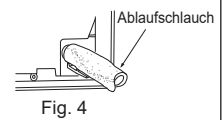
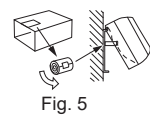

Fig. 4
Fig. 5
- 5) Führen Sie den Ablaufschlauch in die Ablassmulde hinten rechts an dem Innengerät ein. (Fig. 4)
- 6) Führen Sie den Ablaufschlauch durch die Wanddurchbruchhülse (C) und haken Sie den oberen Teil des Innengerätes an der Montagetraverse (1) ein. Bewegen Sie das Innengerät dann vollständig nach links, damit Sie die Verrohrung einfacher an der Rückseite des Geräts anbringen können.
- 7) Schneiden Sie ein Stück Karton aus der Versandverpackung, rollen Sie dieses und haken Sie es an der Rückseite fest. Verwenden Sie die Kartonrolle als Abstandshalter beim Heben des Innengerätes. (Fig. 5)
- 8) Verbinden Sie die Kältemittelleitung mit dem Verlängerungsrohr (B).
- 9) Schieben Sie den unteren Teil des Innengerätes in die Montagetraverse (1).